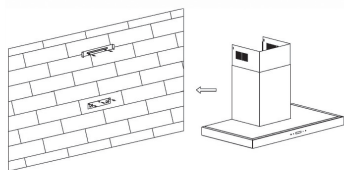

Рис. 4
4. Установите вытяжку на кронштейн. См. рис. 4.